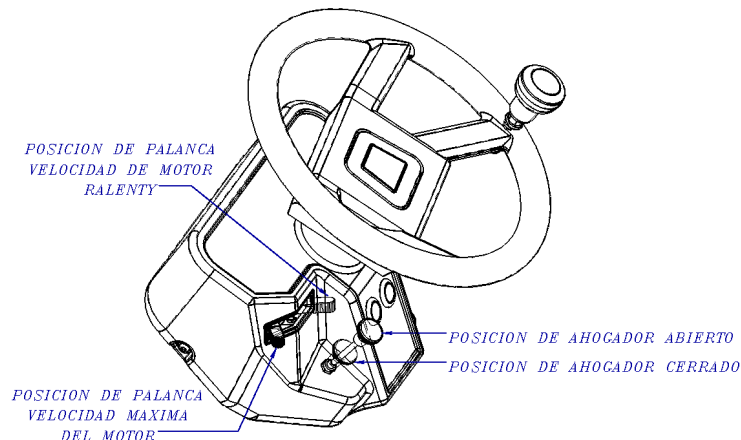

Figura 19. Control del Acelerador
5. En clima frío, encienda el rodillo con el ahogador completamente abierto. En clima cálido o cuando el motor este caliente, el rodillo puede ser encendido con el ahogador a la mitad o por completo cerrado (Figura 19).